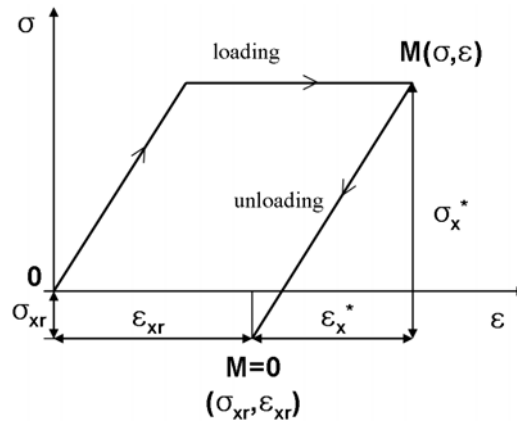
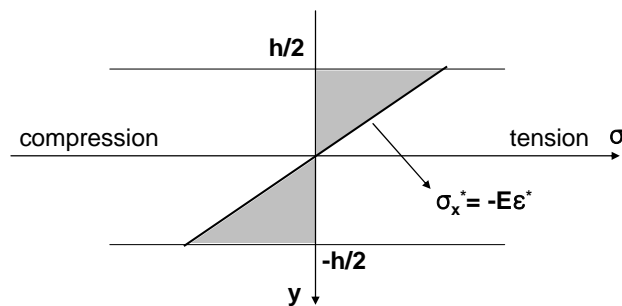

Fig.4-1
Fig.4-4
4. [25점, 25분] Fig.4-1과 같이 탄성-완전 소성 변형(elastic-perfectly plastic)하는 두께 h, 폭 b, 길이 L 인 beam 이 있을 때, 다음 물음에 답하여라.
C. B에서 beam에 작용하는 굽힘 moment를 제거하면, 즉 $-M$ 의 회복 굽힘 moment를 작용하면, beam이 탄성적으로 반응하여 응력 및 변형이 탄성적으로 회복(elastic recovery) 된다. (Fig.4-1, Fig.4-4 참고) 이를 바탕으로 굽힘 moment가 제거된 이후의 beam의 굽힘 반경을 구하여라.